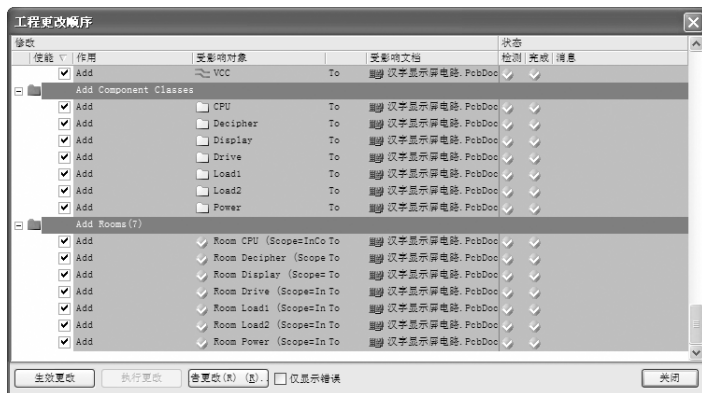

图 15-50 加载元件到电路板
7) 单击“执行更改”按钮, 执行更改操作, 然后单击“关闭”按钮, 关闭该对话框。加载元件到电路板如图 15-50 所示。